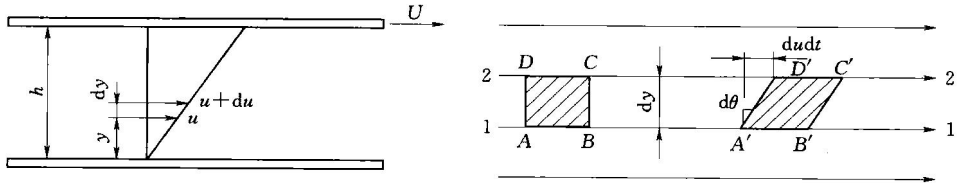

图 1-1
(1) 黏滞性是液体抵抗剪切变形(相对运动)的物理性质。当液体处在运动状态时, 若液体质点之间(或流层之间)存在相对运动, 则质点之间将产生一种内摩擦力来抗拒这种相对运动(图 1-1)。液体的这种物理性质, 称为黏滞性。它是运动液体产生能量损失的根本原因。